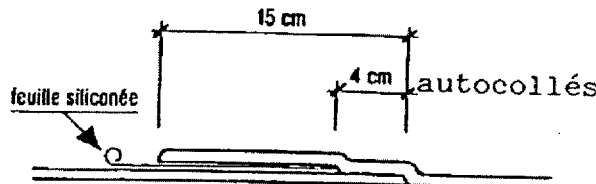

Figure 2b - Recouvrement transversal : auto collage
- ♦ 0,04 m sont auto collés (figure 2b) :